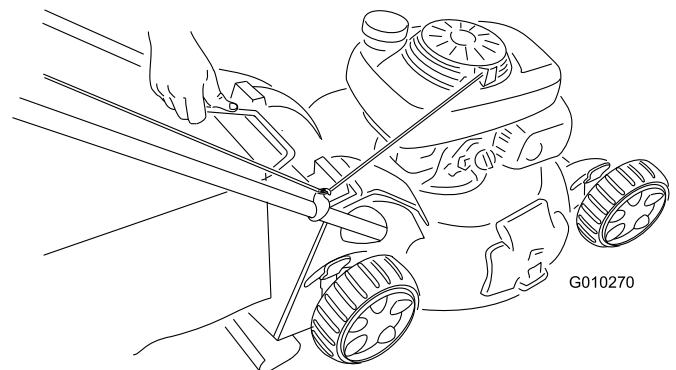

Bild 28
2. Heben Sie den Fangkorbgriff aus den Kerben oben an der Maschine und nehmen Sie den Fangkorb ab (Bild 28).